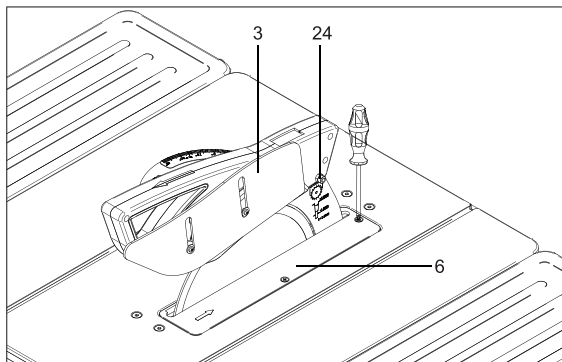

Рис. 9
13. Открутите винты, удерживающие пластину 6 на поверхности рабочего стола. Снимите их и пластину. Рис.9.
16. Установите защитный кожух 3 на расклинивающий нож таким образом, чтобы крепежный винт 24 вошел в фигурное отверстие в верхней части ножа (рис. 9). Затяните винт так, чтобы кожух сохранял возможность поворота относительно ножа.